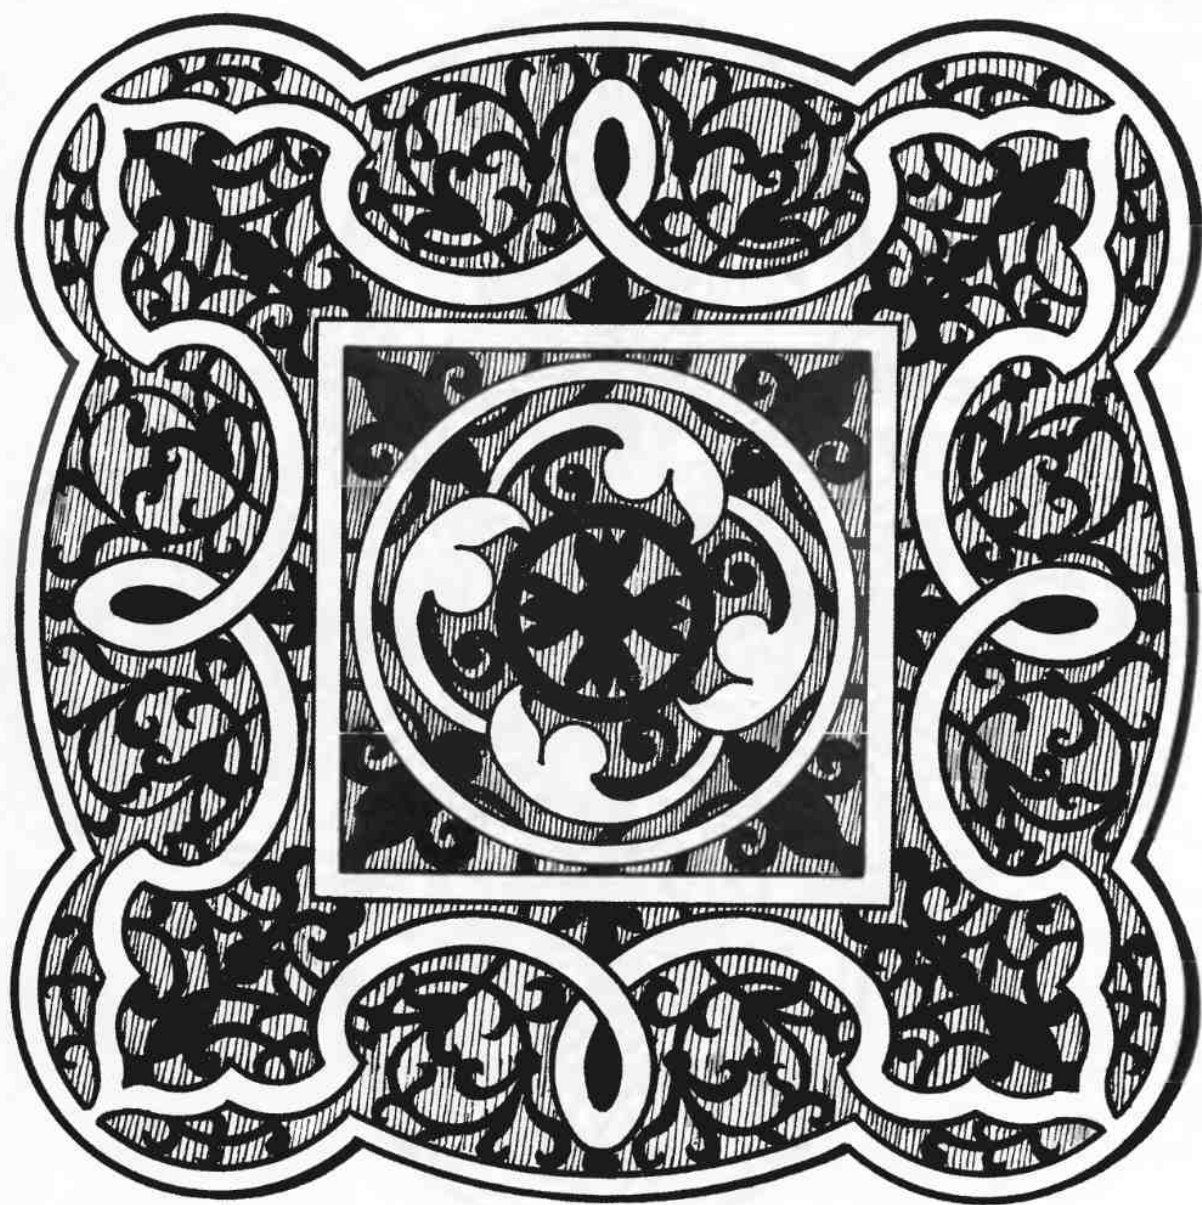
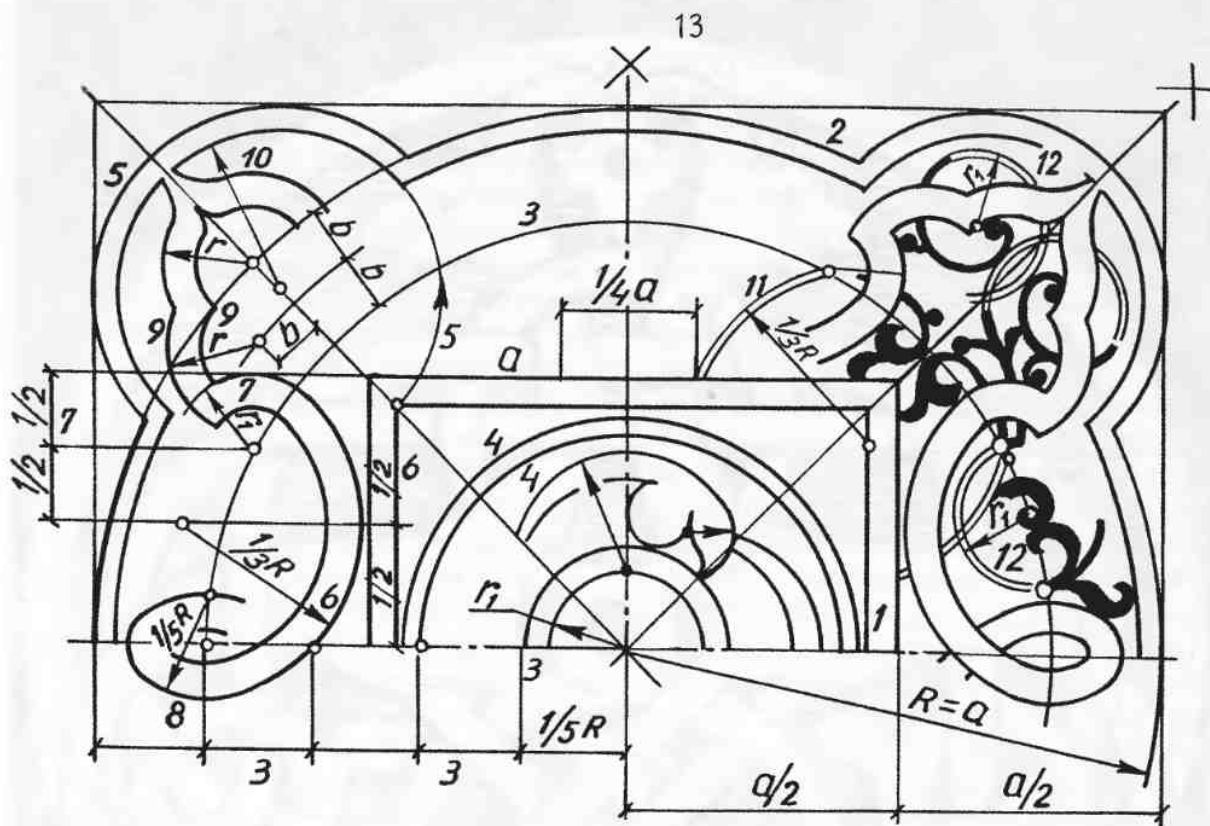

Рис. 254. Композиция для цветной контурной резьбы
Рис. 255. Построение орнамента к рис. 254. Последовательность построения обозначена числами от 1 до 12, за исходную величину взята сторона внешнего квадрата  $a$
(использованы элементы древнерусского декора XII—XV веков). Построение см. на рис. 255
Для расширения выбора читателю предлагается еще одна сложная (но и интересная) композиция на рис. 254, а на рис. 255 показана последовательность ее построения. Приведем пояснения к этому построению. Сначала с помощью засечек циркулем строим точно под прямым углом и под углом в  $45^\circ$  осевые линии, затем чертим по габаритным размерам орнамента окружность и внутри нее квадрат, сторона которого равна радиусу окружности. Разделив величину радиуса на 5 частей (обозначено цифрой 3), проводим вспомогательную окружность, на которой будут лежать центры других окружностей и дуг построения. Через одну из точек деления радиуса проводим внутреннюю окружность круга в середине квадрата, а затем — на глаз — и внешнюю окружность (4). Так же, по размеру — на глаз, очертим внутренний квадрат, учитывая, что ширина квадратной рамки раза в полтора больше круговой. Вершина внутреннего квадрата позволит провести дуги 5, внешняя из которых касается прямых линий, очерчивающих габариты орнамента, а центр дуги находится на диагонали орнамента. Ширина внешней рамки орнамента принимается на глаз соизмеримой с шириной рамки круга внутри орнамента.